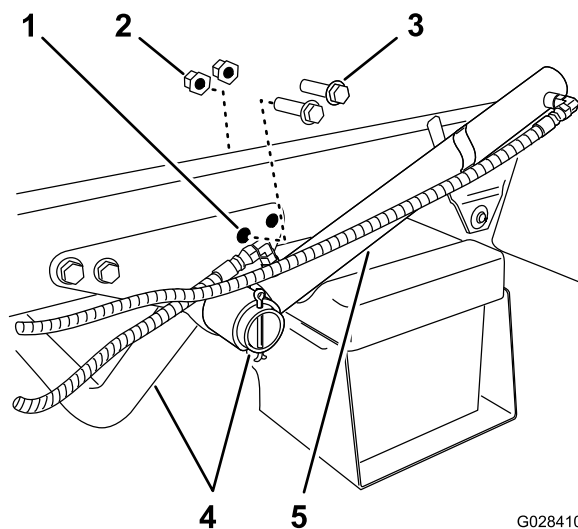

Figura 6
- Demontați cele 2 uruburi cu guler din spate și cele 2 contrapiuli cu guler care fixează suportul tubului motorului pe cadrul mainii (Figura 6).
2. Rotii cilindrul de ridicare pentru a crea spaiu pentru instalarea suportului de fixare pentru sania rezervorului (Figura 6).